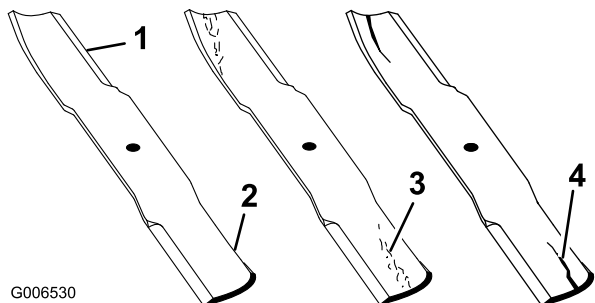

Bild 31
- Prüfen Sie die Schnittkanten des Messers sorgfältig, insbesondere dort, wo die geraden Flächen die gebogenen berühren (Bild 31). Da Sand und anderes reibendes Material das Metall abschleifen kann, das die flachen mit den gebogenen Teilen verbindet, müssen Sie das Messer vor jedem Einsatz der Maschine prüfen. Tauschen Sie das Messer aus, wenn Sie eine Abnutzung feststellen (Bild 31); siehe Entfernen des Schnittmessers“.
Wenn sich das Messer abwetzen kann, bildet sich ein Schlitz zwischen dem Windflügel und dem flachen Teil des Messers (Bild 31). Zuletzt kann sich ein Stück des Messers lösen und aus dem Gehäuse herausgeschleudert werden. Das kann zu schweren Verletzungen bei Ihnen selbst und Unbeteiligten führen.